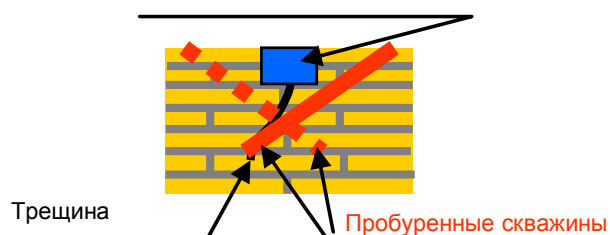

Рисунок 1 Примерная технология инъекции трещин.
5. в случае большого раскрытия, трещина предварительно заполняется смесью EMACO® 90 или другим составом EMACO® для исключения вытекания суспензии Macflow®. (рис. 1)